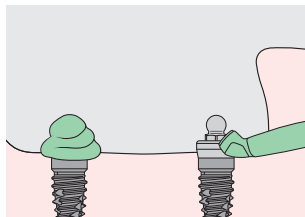

Fig. 6
7. (Fig. 6): Materiale per impronta: si consigliano materiali di media o alta viscosità, ad es. vinilpolisiloxano o gomma polietero. Applicare il materiale per impronta iniettandolo intorno al Dalbo® Certain® Abutment senza inglobare bolle d'aria; successivamente inserire il portaimpronta caricato di materiale per impronta.